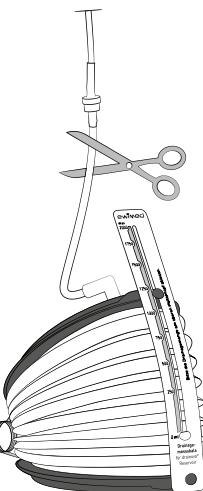

bild 1
- Klipp av slangen under backventilen\* (bild 1). Släng den avklippta slangenbiten med slangklämmen och munstycket. Använd vid behov duken. För att kunna hälla ut vätskan i sugbehållaren i toaletten ska dränageslangen positioneras så att öppningen på slangen pekar nedåt ovanför toaletten.